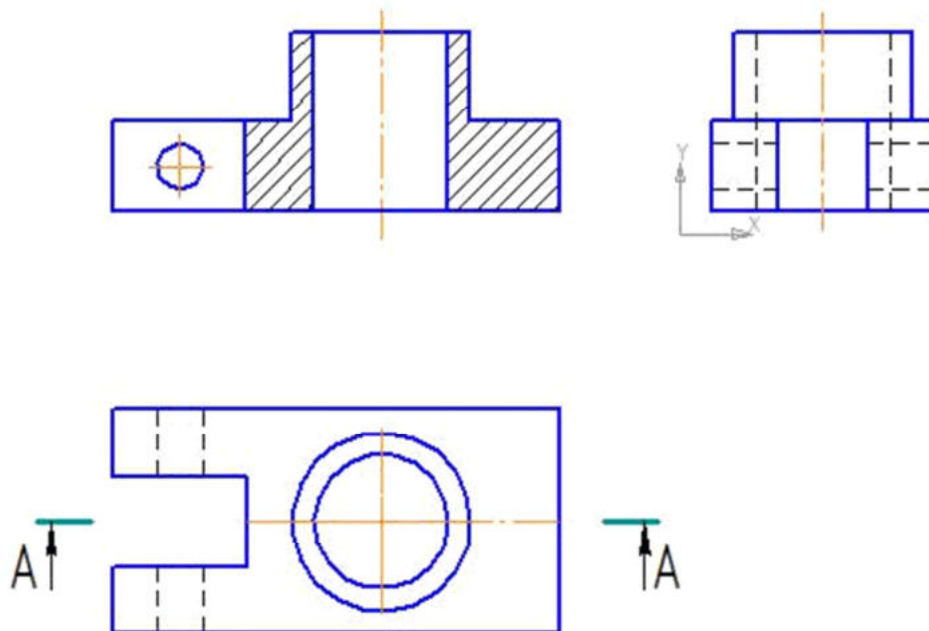

Рис. 17
- если области штриховки заданы правильно, щелчком ЛКМ по кнопке  – **Создать объект** на панели **Специального** управления создайте штриховку (рис.17).